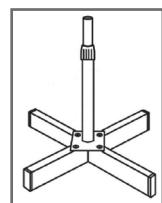

рис.2
- 6.2 Соедините стойку с основанием при помощи винтов, которые идут в комплекте (рис.2).